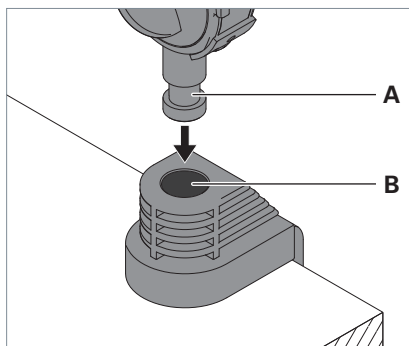

Fig. 2: Leuchte an Befestigungselement montieren.
- Stecken Sie den Zapfen **A** am Gestänge der Leuchte in die Öffnung **B** des Befestigungselements, siehe Fig. 2.